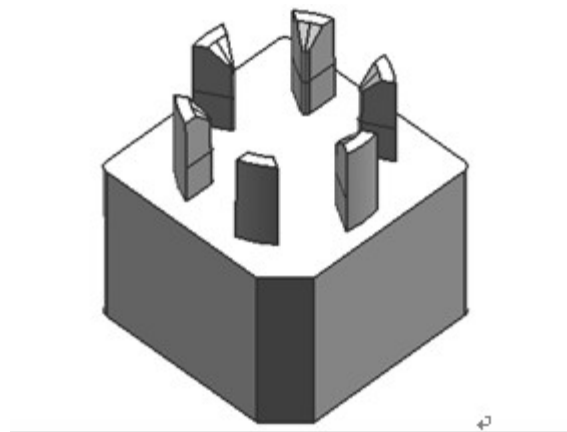

图16-34 “ttb.prt” 文件。
- 2. 打开光盘中的〔 Lianxi\Ch16\tg01.prt 〕文件，如图 16-34 所示。根据本章所学习的知识内容，对提供的铜公进行编程，其中精公火花位为 0.1，粗公火花位为 0.3。